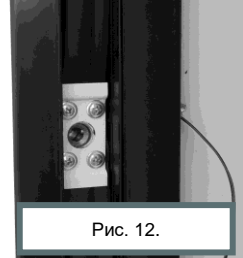

Рис. 12.
9. Приложить кронштейн Promix-AD.BR.07 крепления резинового уплотнителя и закрепить замок Promix-SM131.10 с кронштейном четырьмя саморезами 4,2x16 с прессшайбой (см. рис. 12).